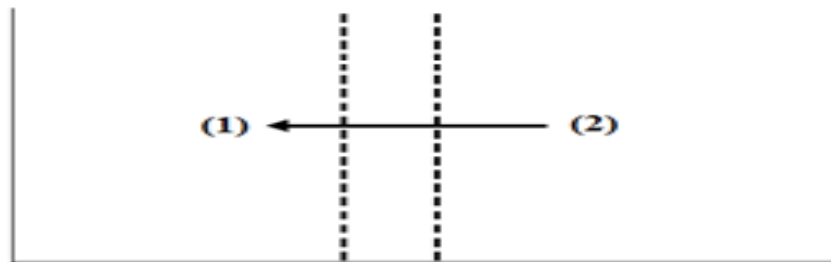

Figure IV.2 : Illustration de la pression osmotique
On dit que (1) exerce sur (2) une pression osmotique (ou contre pression hydrostatique). La figure IV.2 ci-dessous illustre ce phénomène.